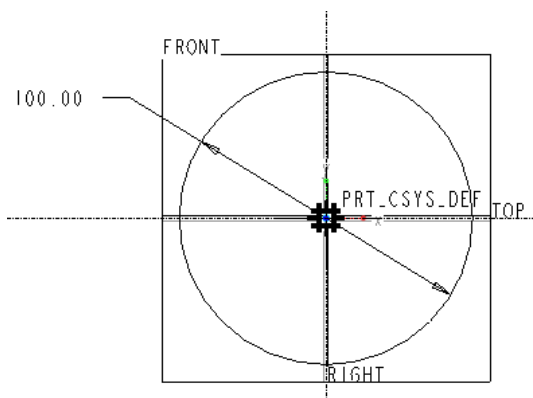

図 13-52 円の定義
- ・「中心と円ツール」で直径 100mm の円を描く。（図 13-52）